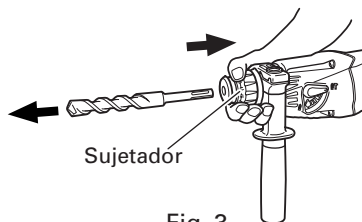

Fig. 3
(3) Verifique si esta bien asegurado tirando de la broca de taladro.
(4) Para extraer la broca, tire completamente de la empuñadura en el sentido de la flecha y tire hacia afuera de la broca. (Fig. 3)